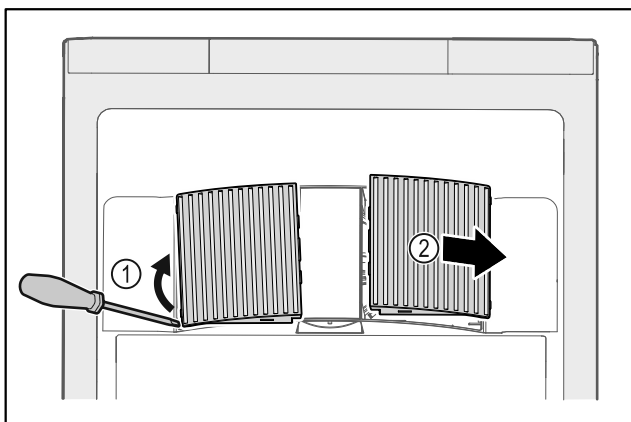

Fig. 199
- ▶ Óvatosan fessegesse le a ventilátor burkolatait oldalról Fig. 199 (1), és emelje le őket előre felé Fig. 199 (2).